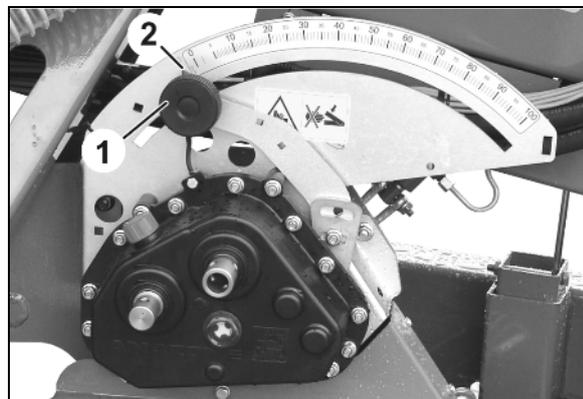

Fig. 64
4. Desserrez le boulon moleté d'arrêt (Fig. 64 / 1) du levier sélecteur (semoir sans modulation).
5. Déplacez le levier sélecteur (Fig. 64 / 2) pour amener son index sur une des positions suivantes :
6. Resserrez le bouton moleté d'arrêt (Fig. 64 / 1).